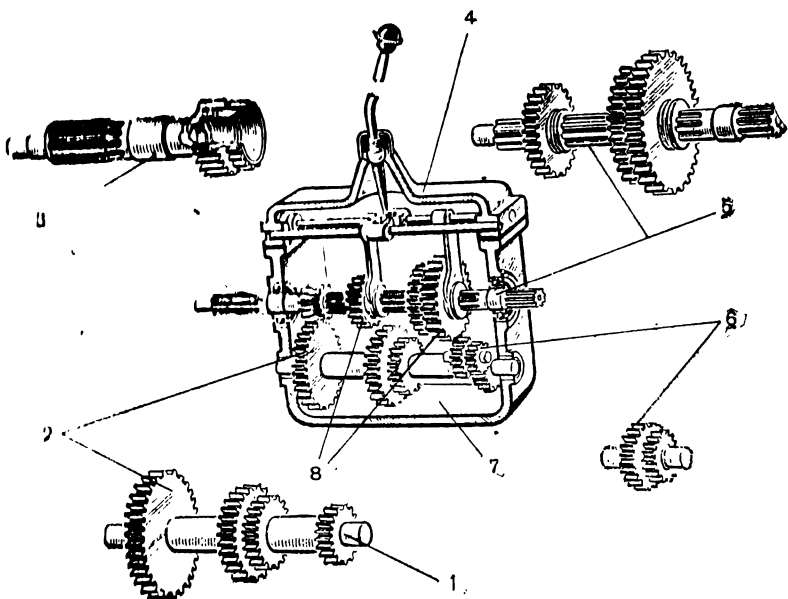

Рис. 31
VIII. Самое большое распространение на автомобиле получили ступенчатые шестеренчатые коробки с неподвижными осями валов. На рис. 31 представлена схема коробки, которая имеет ведущий (первичный), ведомый (вторичный) и промежуточный валы. Какими цифрами они обозначены?
IX. С какой шестерней находится в постоянном зацеплении шестерня (рис. 31), выполненная вместе с первичным валом?
Х. Какие шестерни всегда вращаются в коробке передач (рис. 31) при включенном сцеплении и выключенной передаче?
Задание 75. I. Через какой вал коробки передач передается усилие от ведущего (первичного) вала 3 (рис. 31) на все передачи кроме прямой?
II. Какая передача будет включена (рис. 31), если передвижная шестерня (каретка) 8 ведомого вала 5 своими внутренними зубьями войдет в зацепление с венцом (ведущего) вала 3?
IV. Какой цифрой на рис. 31 обозначен механизм переключения передач?
V. Если между ведущей шестерней и ведомой шестерней первой передачи ведомого вала 5 (рис. 31) ввести промежуточную шестерню 6 и через нее передавать крутящий момент, то какая передача включится?
VI. Какая деталь (рис. 31) обозначена цифрой 7? Из какого материала она изготовлена?